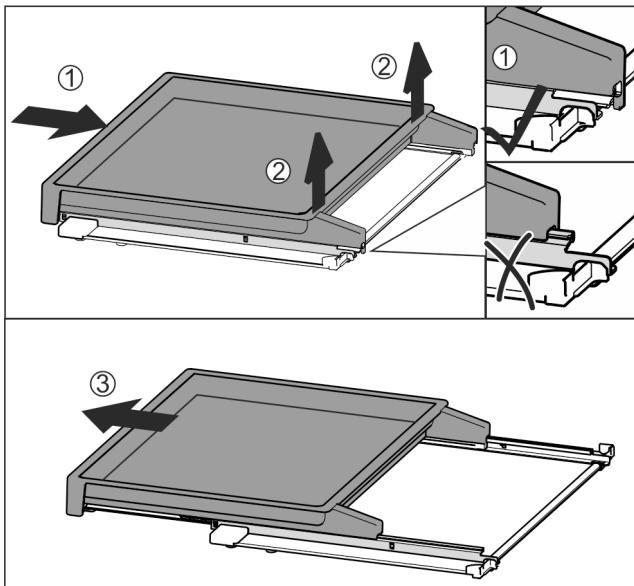

Fig. 40
- Вставить вытяжную панель полностью Fig. 40 (1).
- Отпустить фиксацию на задней стороне Fig. 40 (2).
- Извлеките вытяжную панель движением вперед Fig. 40 (3).